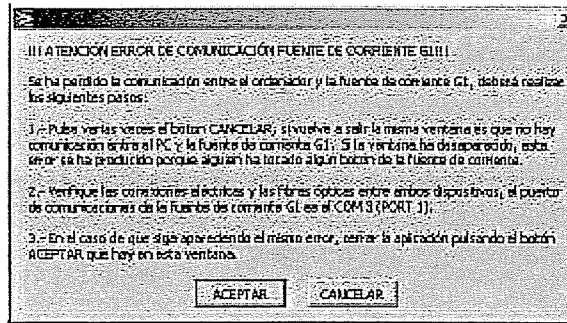

Figura 13: Mensaje de error de comunicación del girotrón 1.
- **Error de comunicación fuente de corriente.** Indica que no hay comunicación entre el ordenador y la fuente de corriente del girotrón. Muestra la ventana que hay en la figura 13 para que el operador pueda solucionar el tipo de error.